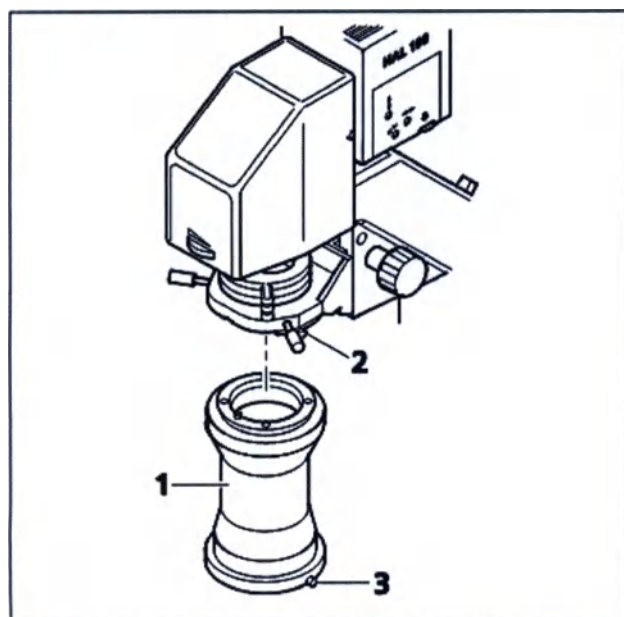

Рис. 32 Установка крепления конденсора
- Установите крепление конденсора (рис. 32/1) в держатель конденсора на держателе осветителя для работы в проходящем свете креплением типа «ласточкин хвост» вверх. Убедитесь, что направляющий штифт на конденсоре находится спереди и точно попадает в направляющий паз на держателе конденсора.
- Закрепите крепление конденсора зажимным винтом (рис. 32/1).
- Установите крепление нужного конденсора в кольцо типа «ласточкин хвост» держателя конденсора, проверив правильность его ориентации, и закрепите зажимным винтом (рис. 32/3).